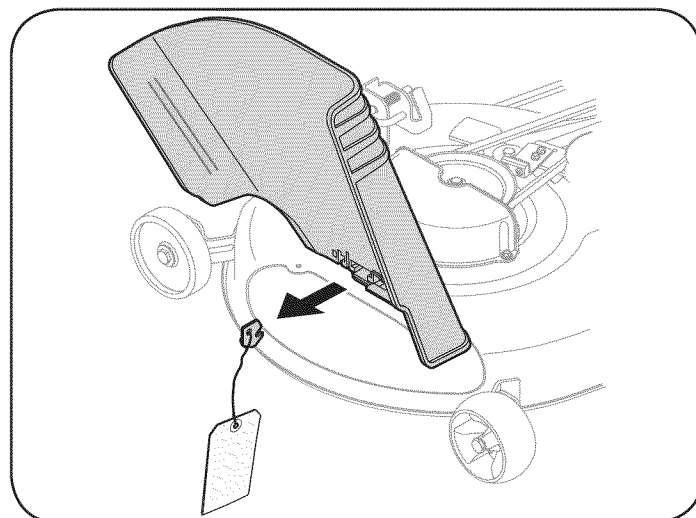

Figura 2
1. Localice la traba de seguridad, si hubiere, y la etiqueta de advertencia encontrada en la parte derecha de la plataforma de corte. Vea la Figura 2.